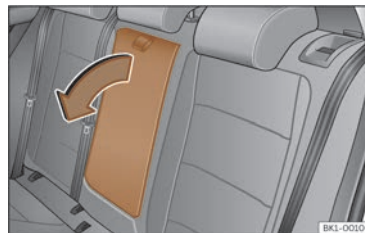

Fig. 105 Reposabrazos central trasero abatible (representación esquemática).
- Para *bajar* el reposabrazos, tire del lazo en el sentido de la flecha >>> **fig. 105**.